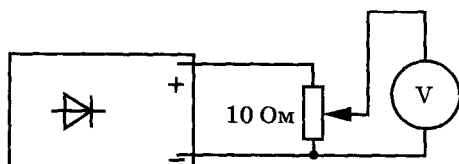

Рис. 34
4. Соберите электрическую цепь потенциометра (рис. 34) и зафиксируйте показания вольтметра при повороте ручки на равные углы. Результаты измерений занесите в таблицу 16.